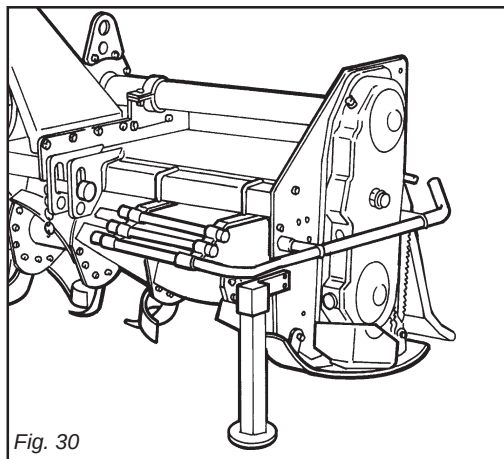

Fig. 30
- 1) *Position the support foot as shown in the figure 30.*
- 1) Den Stützfuß wie in Abb. 30 gezeigt anordnen.
- 1) *Placer le pied d'appui (voir figure 30).*